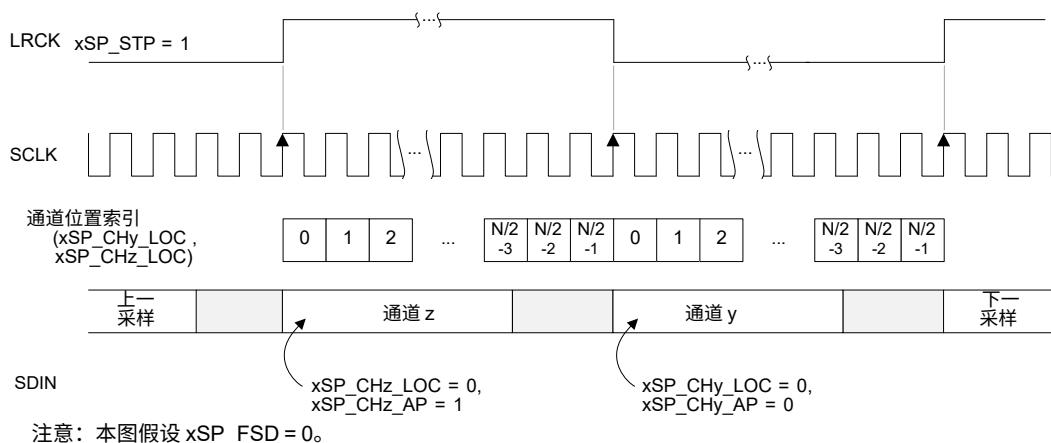

图 4-27。50/50 模式示例 (ASP_STP = 1)
- 当 $xSP_STP = 1$ 时，帧在 LRCK/FSYNC 从低电平跳变至高电平时开始。50/50 模式示例见图 4-27。TDM 模式类似。
如果激活相控制位 ($xSP_RX_CHn_AP$) 被设置，则相应通道在 LRCK/FSYNC 为高电平时输出。如果 $xSP_RX_CHn_AP$ 被清除，则相应通道在 LRCK/FSYNC 为低电平时输出。 $xSP_RX_CHn_AP$ 各设置的示例见图 4-26 和图 4-27。